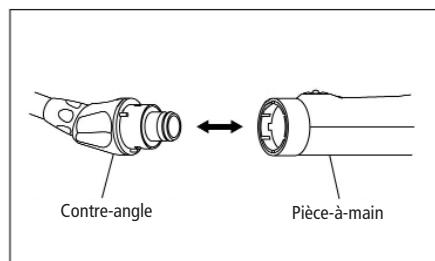

Fig. 7
(2) Changer de contre-angle
- Lors du retrait de la tête du contre-angle, procéder en suivant l'axe. (Fig. 7)